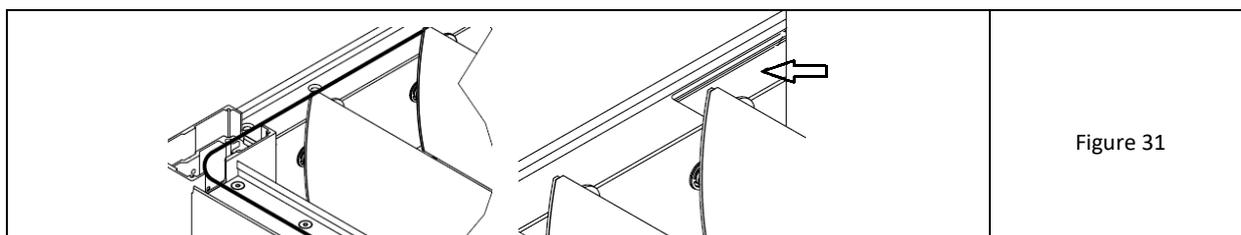

Figure 31
1. Faire passer le câblage dans la partie supérieure (partie ouverte des poutres) - Fig. 31 Les raccords des poutres ont des fenêtres ouvertes dans les murs supérieurs pour le passage des câbles.
2. Insérer l'unité de contrôle Louver dans la fenêtre du haut de la poutre d'entraînement au-dessus du moteur (Fig. 31-flèche droite). Insérer derrière le moteur à l'intérieur de la chambre de la poutre.